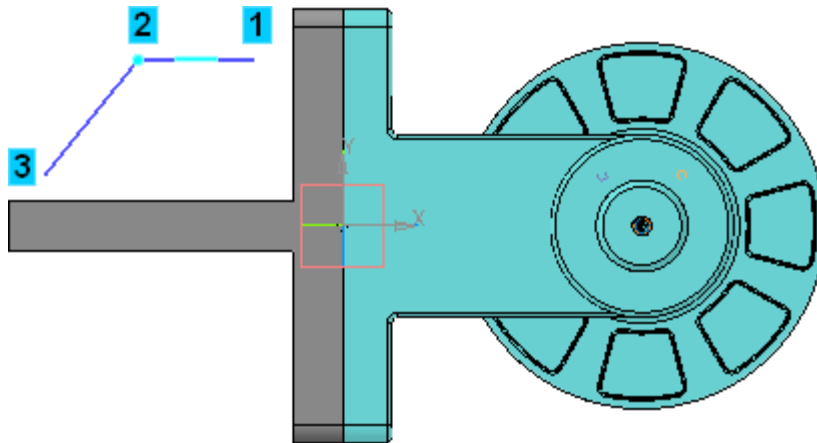

Рисунок 7.
- Постройте два отрезка так, как это показано на рисунке. Для этого укажите "на глаз" три точки, через которые проходят отрезки (рис.7).